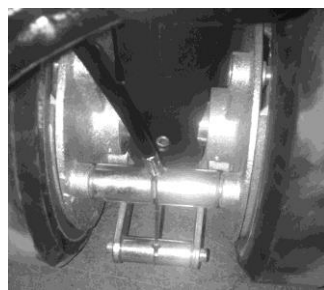

Fig.12: Progressiv køre- og parkeringsbremse
- Drej pumpen 90 grader til højre, før derefter gennem bremsekablet bag trykpladen (Fig.12).